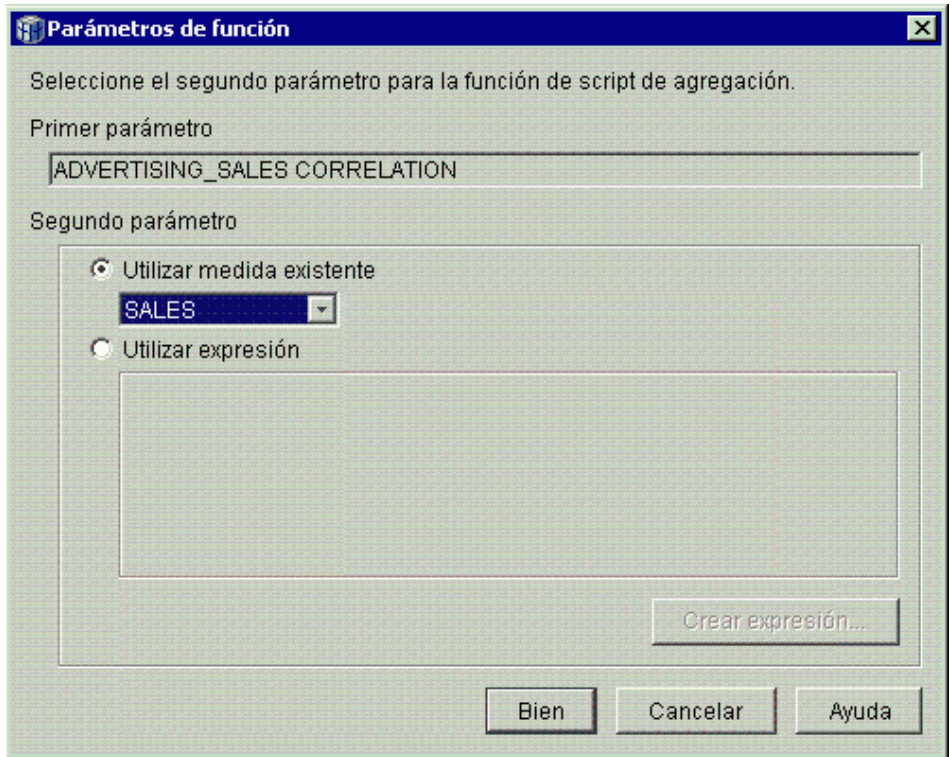

Figura 6. Medida Sales especificada como segundo parámetro en la ventana Parámetros de función
7. Pulse el pulsador **Parámetros** para especificar el segundo parámetro de la función CORRELATION. Se abrirá la ventana Parámetros de función. Seleccione **Utilizar medida existente** y, luego, **SALES**. La Figura 6 en la página 11 muestra la ventana Parámetros de función con la medida Sales especificada como segundo parámetro. Pulse en **Bien** para guardar la selección y cerrar la ventana Parámetros de función.